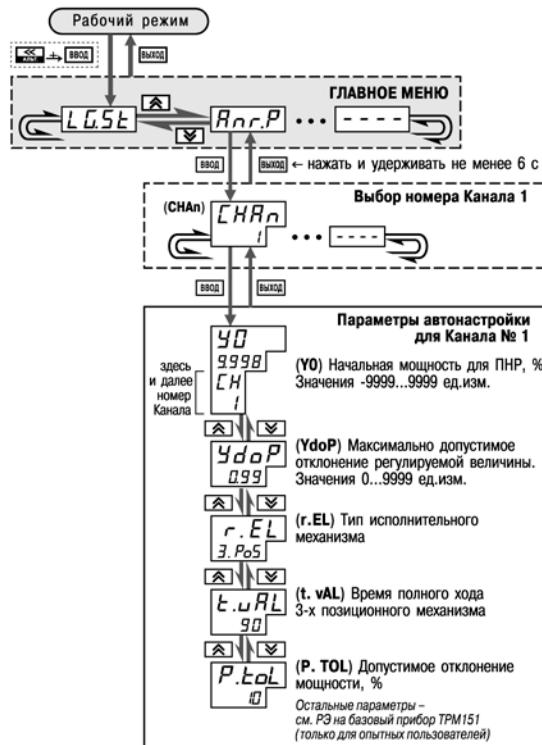

Рисунок 12.2 – Схема задания параметров Автонастройки с помощью кнопок на лицевой панели прибора
2. Установите в Конфигураторе (или с лицевой панели прибора, см. рисунок 12.2) значения параметров автонастройки Y_0 и Y_{dP} для выбранного Канала регулирования.